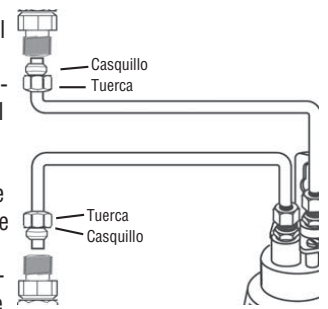

Figura 10
10. Conecte las dos piezas de los tubos al filtro y al tubo de agua utilizando los accesorios de compresión, como se muestra en la figura. **No ajuste demasiado las tuercas.** (Figura 10)